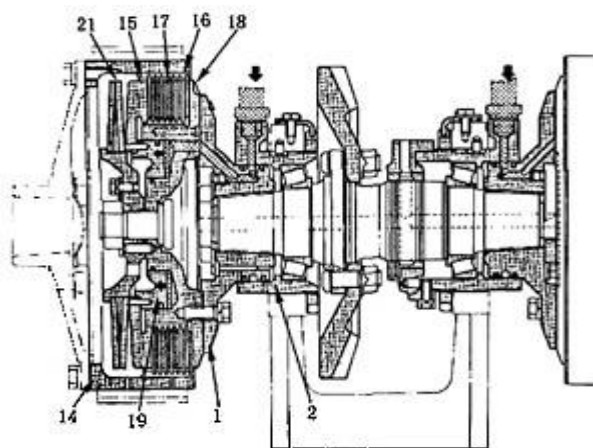

Рис. 5-28
### 5.6. Муфта рулевого управления (См. Рис. 5-28~5-29)
При перемещении рычага рулевого управления, масло из распределительного клапана рулевого управления проходит через внутреннюю часть внутреннего барабана (18), толкая поршень (19) (См. рис. 5-28) влево и сжимая пружины муфты (21), что приводит к исчезновению давления пластин (17) и фрикционных дисков (16), останавливая передачу мощности через внешний барабан (14) и прерывая передачу мощности на диск конечной передачи.